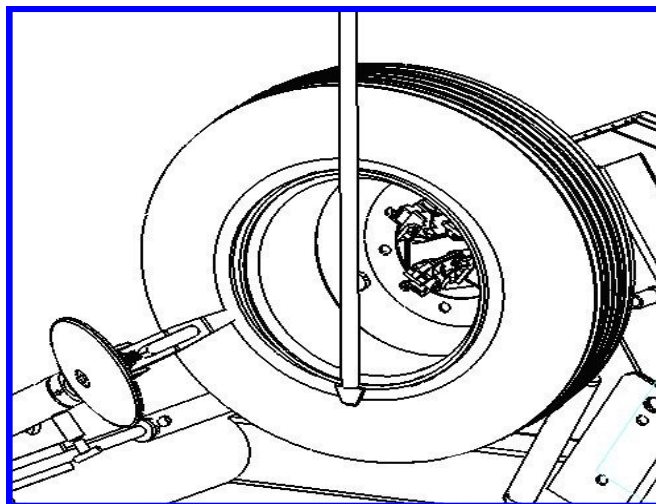

Fig. 8
- Gire a roda e, ao mesmo tempo, movimente a unha entre o aro e o talão, até que entre no talão (**Fig. 8**)
-Insira a alavanca que acompanha a máquina (**Fig. 8**) entre o aro e o talão, a direita da unha.